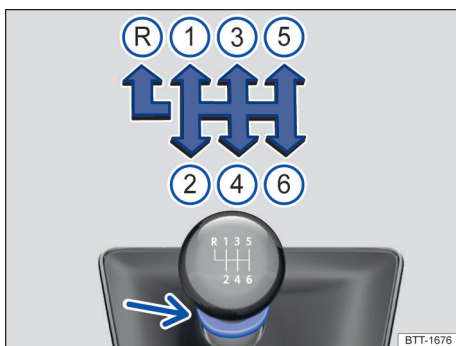

Fig. 101 Esquema de las marchas de un cambio manual de 6 marchas.
En la palanca de cambios está representada la posición de cada una de las marchas → fig. 101.
3. Tire hacia arriba del anillo de la palanca de cambios y mueva la palanca completamente hacia la izquierda y después hacia delante para situarla en la posición de la marcha atrás → fig. 101 .